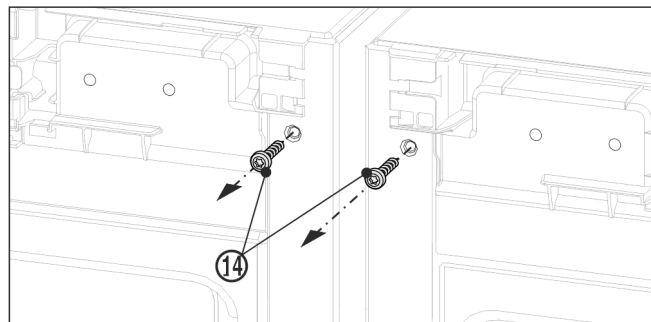

Fig. 15
- Vor der Montage des oberen Winkels beide Erdungsschrauben Fig. 15 (14) herausdrehen.